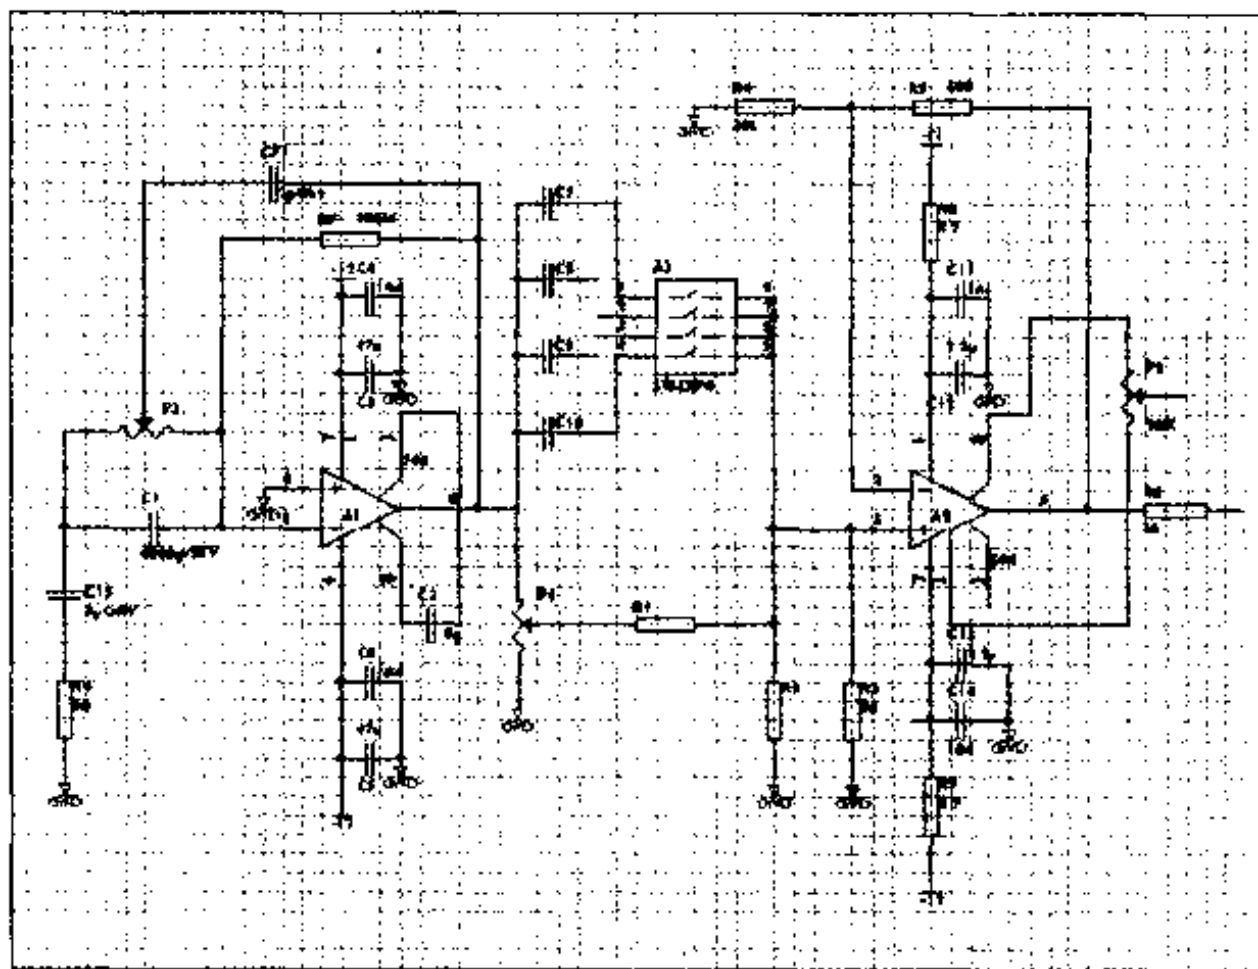

图 2-47 在图纸中添加电源及接地符号
(8) 按照上述方法,在图纸中放置其他电源及接地符号,调整各个符号的名称、方向等,得到如图2-47所示的效果。